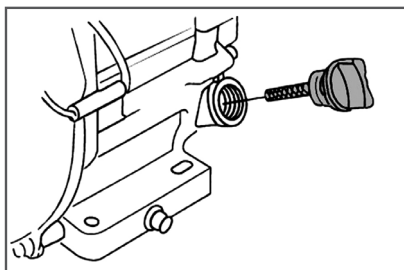

Рис. 6 Крышка-щуп маслосаливной горловины
2. Открутите крышку-щуп маслосаливной горловины и извлеките щуп (Рис. 6).
2. Выкрутите крышку-щуп маслозаливной горловины и извлеките щуп (Рис. 6).